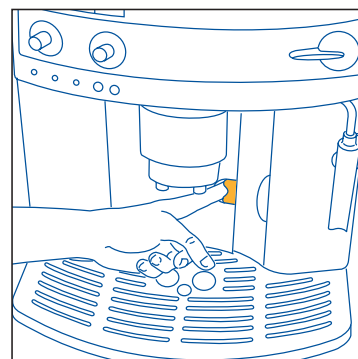
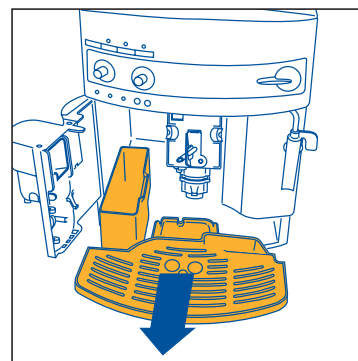

Fig.15
Fig.16
NOTA 7: la máquina cuenta la cantidad de cafés que se sirven. Cada 14 cafés individuales (o 7 dobles), el piloto 📊 se enciende de manera fija (cap. 12 punto 3) advirtiéndole que el recipiente de los posos está lleno y que hay que vaciarlo y limpiarlo. Hasta que no se limpia el recipiente de los posos, el piloto queda encendido y la máquina no puede hacer el café. Para limpiar, abra la portezuela de servicio situada en la parte delantera tirando de la manija correspondiente, fig. 15; se enciende el piloto 🚦 que parpadea (véase § 12 punto 9), entonces extraiga la bandeja recogegotas (fig. 16) vacíela y límpiela. Vacíe y limpie muy bien el recipiente de los posos procurando eliminar todos los residuos que puedan estar depositados en el fondo. Seque también las gotas de condensado que se depositen en el interior de la máquina, abajo de la bandeja recogegotas. **IMPORTANTE:** cuando se extrae la bandeja recogegotas es **OBLIGATORIO** vaciar siempre el recipiente de posos de café incluso si está poco lleno. Si esta operación no es efectuada, puede suceder que, cuando se preparan otros cafés, el recipiente de posos se llene más del previsto y que la máquina se atasque de pastillas usadas.
- abra la portezuela de servicio (fig. 15);
- extraiga la bandeja recogegotas y el recipiente de los posos (fig. 16) y lávelos;